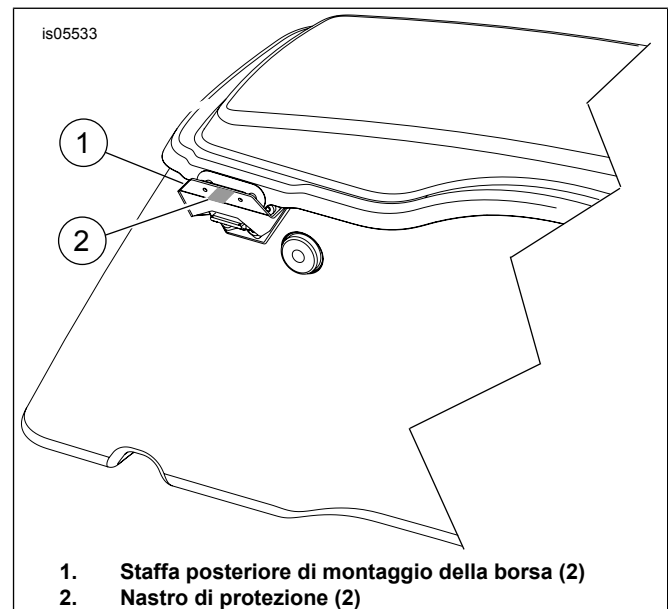

Figura 2. Applicare del nastro di protezione
5. Vedere Figura 2. Applicare del nastro di protezione (2) sulla staffa posteriore di montaggio (1) della borsa come indicato. Ripetere le operazioni sul lato opposto.